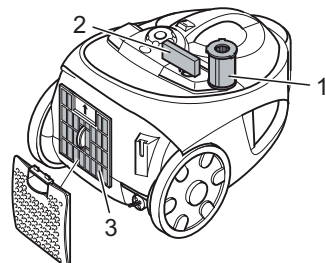

Abb. 18
■ Lamellen-Zentralfilter (Abb. 18/1)
■ Motor-Schutzfilter (Abb. 18/2)
■ Hygiene-Ausblasfilter (Abb. 18/3)